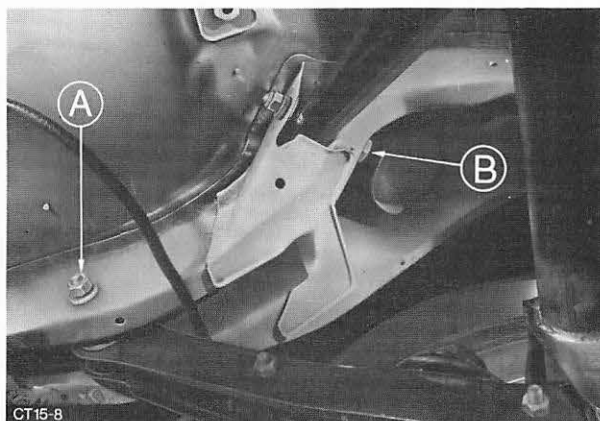

Abb. 11 A = Längslenker an Bodengruppe
8. Längslenker unten von der Bodengruppe abbauen (je 1 Bolzen mit Mutter und Scheibe). Abb. 11.
9. Schräglenker oben von der Karosserie abbauen (je 1 Bolzen mit Mutter und Scheibe), Abb. 11.
11. Komplette Hinterachse unter das Fahrzeug fahren und zu den Befestigungspunkten der Längs- bzw. Schräglenker ausrichten. Zuerst Schräglenkerbolzen, dann Längslenkerbolzen von außen nach innen einführen und Muttern aufschrauben aber **noch nicht festziehen**. Abb. 11.